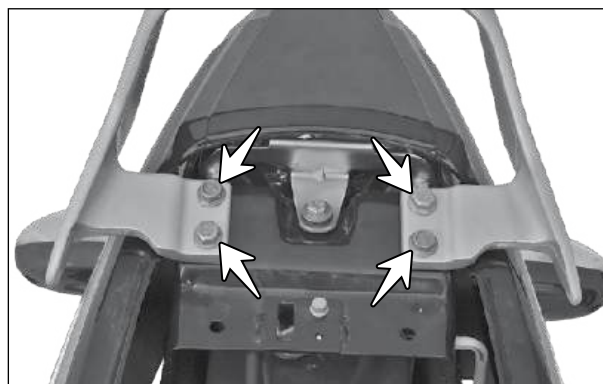

Fig. 1.23
- Remova os parafusos (setas) (M8x25) de fixação do suporte da alça do passageiro e remova a alça do passageiro. (Fig. 1.23)